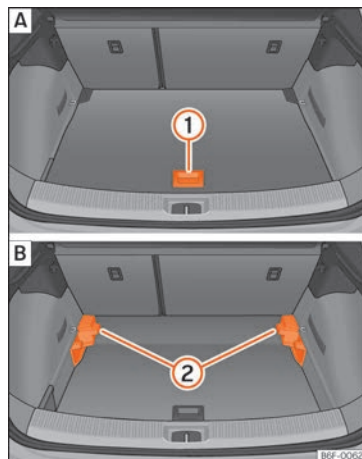

Fig. 165 Plancher de coffre à bagages modulable : **A** position haute ; **B** position basse.
- Relevez le plancher avec la poignée » » **fig. 165** ①, tirez-le vers l'arrière jusqu'à ce que la partie avant du plancher dépasse complètement les supports ②.
- Déplacez le plancher vers l'avant sur ces derniers jusqu'à ce qu'il bute contre le dossier de la banquette arrière et ensuite, abaissez le plancher avec la poignée ①.